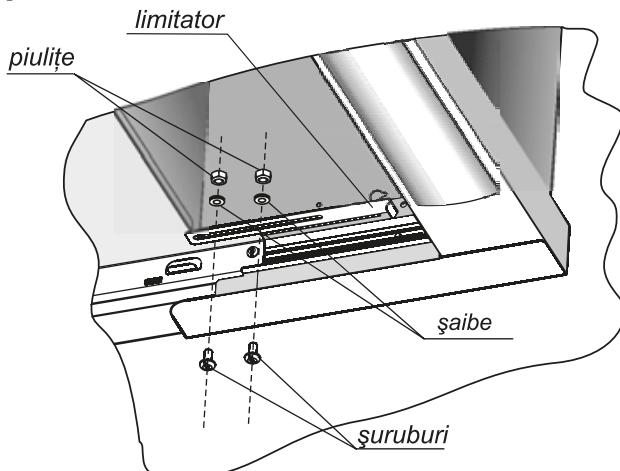
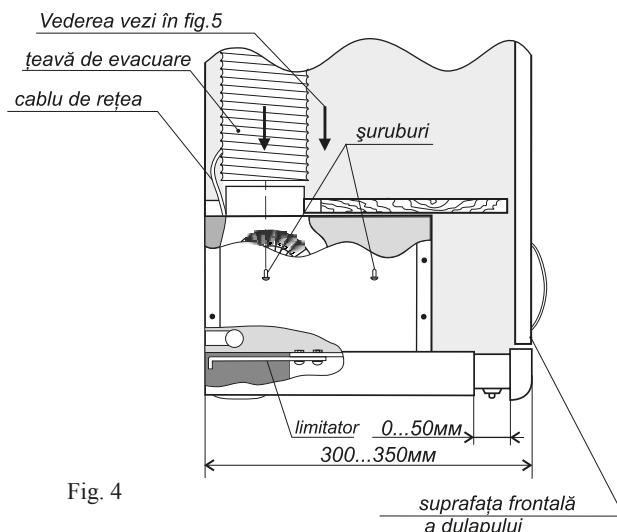

Fig. 3
Fig. 4
- 6.2 Hotă este prevăzută să fie montată într-un dulap cu adâncimea de 300 mm. Totodată, suprafața frontală a dulapului și panoul hotei se vor afla în același plan. La o adâncime mai mare a dulapului (pînă la 350 mm), puteți regla mersul panoului mobil astfel ca în poziție închisă acesta să fie la același nivel cu suprafața frontală a dulapului. Pentru aceasta fixați limitatorul (fig. 3) și reglați deschiderea acestuia (fig. 4). Dacă adâncimea dulapului Dvs. depășește 350 mm, la confectionarea lui spațiul de după hotă trebuie închis cu un panou de mobilă.
- Introduceți hotă cu filtrele scoase în cavitatea dulapului și notați din interior 4 orificii de fixare după bolta de sus a hotei (fig.4).